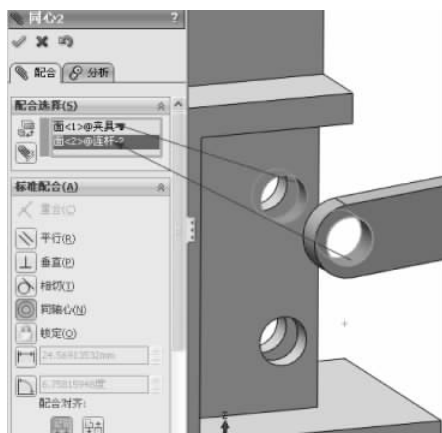

图 3-107 同轴心配合
(2) 单击【装配体】工具栏中的【配合】按钮 , 弹出【配合】的属性设置。在【标准配合】选项组下选择【同轴心】配合类型 , 单击【配合选择】选项组下的选择框, 然后在图形区域中选择夹具上的一个螺纹孔和连杆上的一个螺纹孔, 其他保持默认, 如图 3-107 所示, 单击